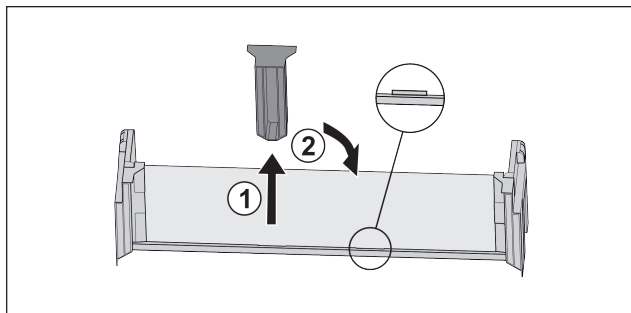

Fig. 18*
- ▶ Изтеглете средната задържаща част Fig. 18 (1).*
- ▶ Вкарайте средната задържаща част на втората позиция Fig. 18 (2).*